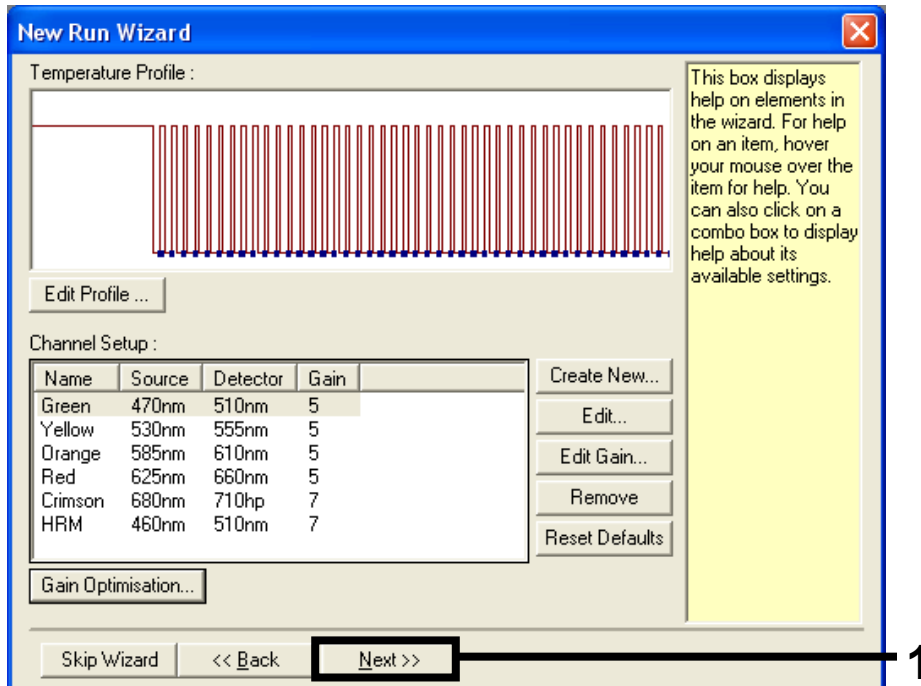

Bild 35. Dialogrutan "New Run Wizard" [Guide för ny körning] och fönstret för temperaturredigering. (1 = knappen "Next" [Nästa].)
4. I nästa fönster kan du redigera temperaturprofilen. Ingen redigering krävs eftersom temperaturprofilen redan har skapats enligt instruktionerna i "Protokoll: Skapa en temperaturprofil", sidan 55. Klicka på "Next" [Nästa] (bild 35).